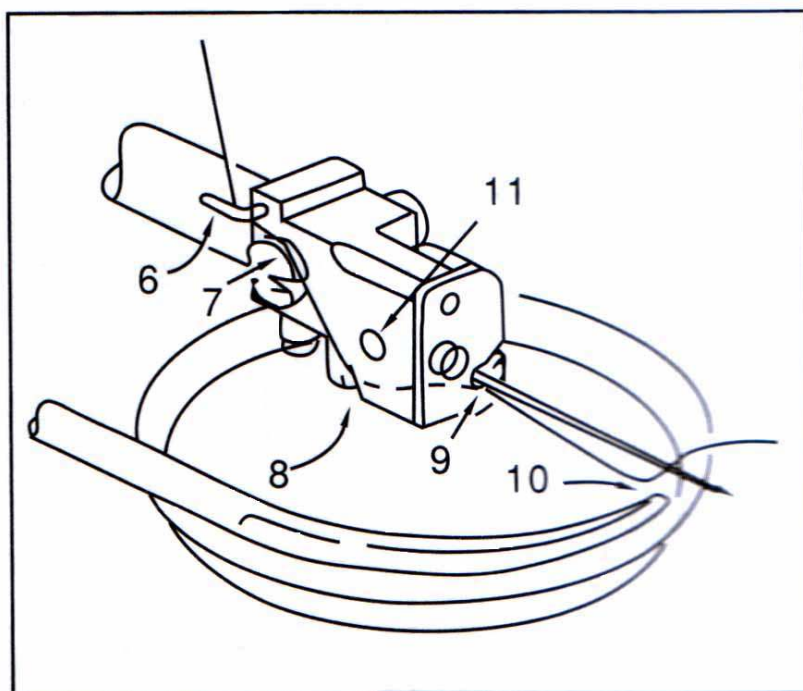

Рис. 3А
4. РЕГУЛИРОВКА НАТЯЖЕНИЯ НИТИ (РИС. 3)